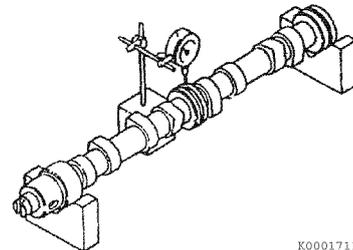

Figure 6-84
1. Utilisez des blocs en V et un comparateur à cadran pour vérifier le cintrage de l'arbre à cames (**Figure 6-84**). Placez le comparateur sur le tourillon de roulement central.